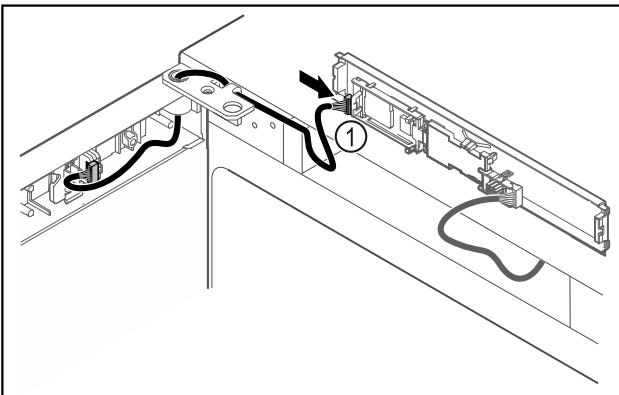

Fig. 49
- Nataknite utikač Fig. 49 (1) na tiskanu pločicu.